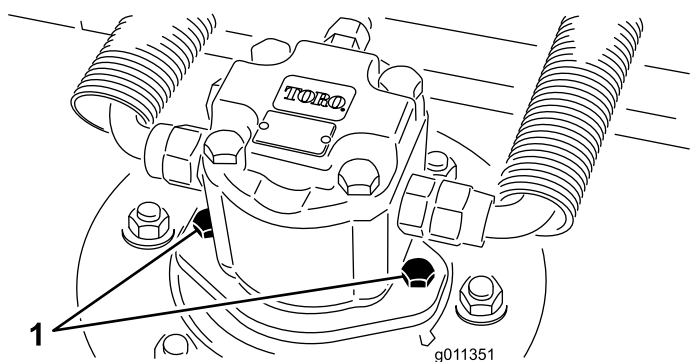

Figura 71
2. Desligue e retire o motor hidráulico da unidade de corte (Figura 71). Cubra a parte superior do eixo para não o sujar.
4. Instale o motor hidráulico na plataforma (Figura 71). Verifique se o anel de retenção está posicionado corretamente e não está danificado.